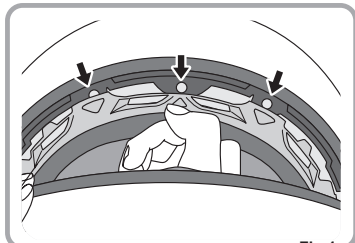

Fig.1
1. Abra los automáticos de la parte delantera tirando de ellos hacia abajo. (Fig. 1)